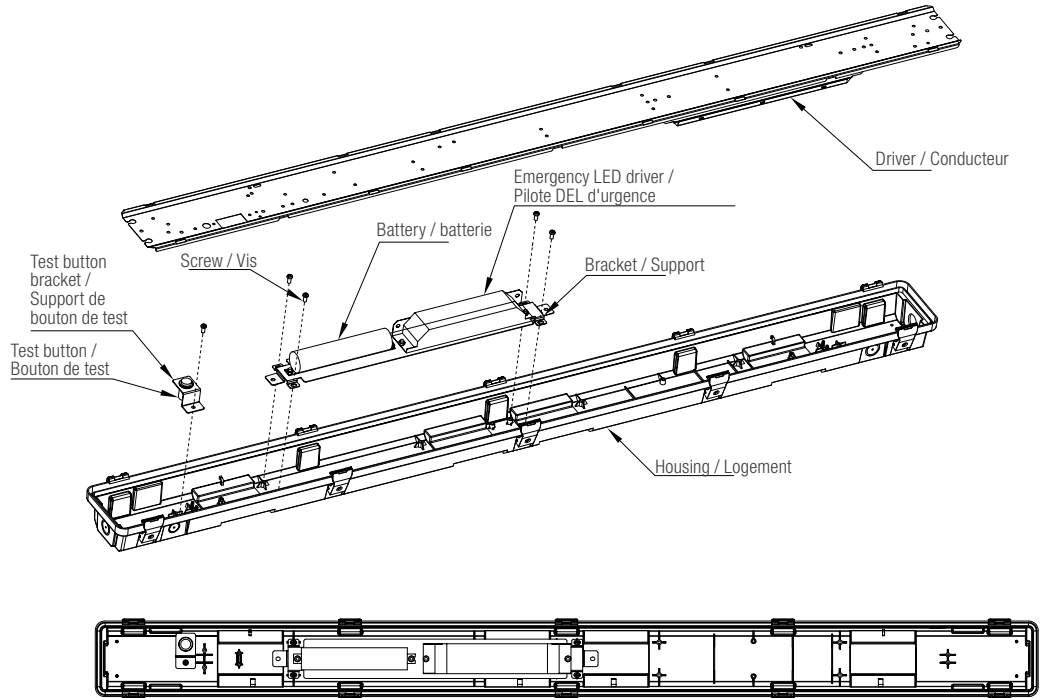

Figure 16
1. Fix the emergency LED driver bracket assembly to the housing with four screws (Fig. 16).
2. Fix the test button bracket to the housing (Fig. 16).
1. Fixez le support du pilote DEL d'urgence au boîtier à l'aide de quatre vis (Fig. 16).
2. Fixez le support du bouton de test au boîtier (Fig. 16).